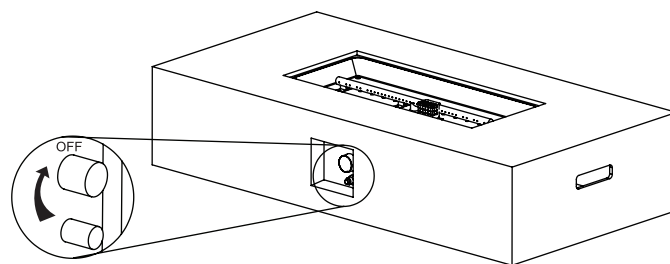

Figure 2
2. Uistite sa, že plynový regulátor je v polohe "OFF" pred pokračovaním (pozri Figure 2).